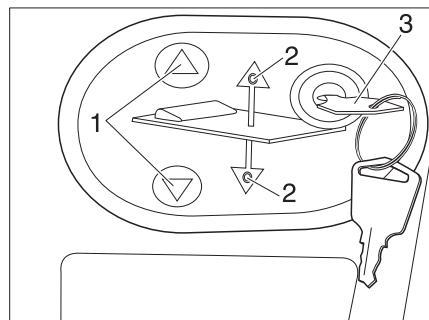

Fig. 169 Panel de mando de la cama elevada eléctrica
- Introducir la llave (Fig. 169, 3) en el panel de mando (Fig. 169, 2).
- Pulsar y mantener pulsada la tecla  o  (Fig. 169, 1). El LED correspondiente (Fig. 169, 2) se enciende y la cama elevada se baja o se levanta.
- Cuando se alcanza la posición deseada, soltar la tecla  o  (Fig. 169, 1). El LED correspondiente (Fig. 169, 2) se apaga.
- Extraer la llave (Fig. 169, 3).